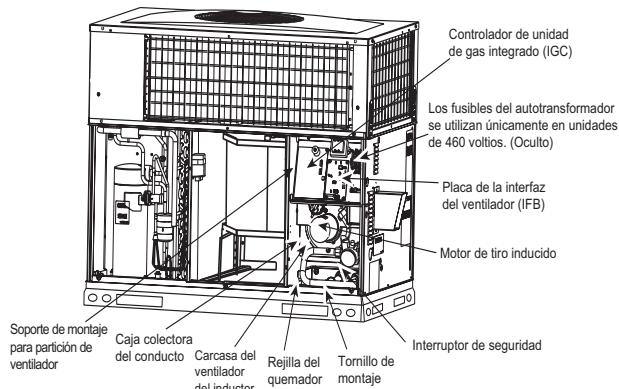
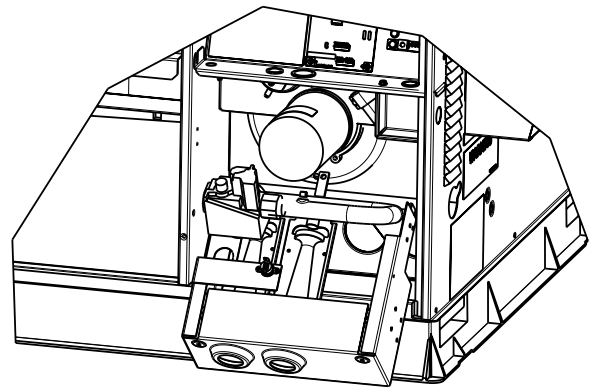

Fig. 17 – Carcasa del ventilador y caja colectora del conducto
Fig. 20 – Bastidor del quemador extraído
2. Quite los 11 tornillos que sujetan la cubierta de la caja colectora del conducto (consulte la Fig. 17) al conjunto del intercambiador de calor. Inspeccione los intercambiadores de calor.
La unidad está equipada con un sistema de encendido por chispa directa con 100 por ciento de bloqueo. El módulo de encendido (IGC) está ubicado en la caja de control (consulte la Fig. 17). El módulo contiene un LED de autodiagnóstico. Durante el mantenimiento, consulte el diagrama de etiquetas o la Tabla 5 de estas instrucciones para la interpretación del LED.
5. Quite el soporte de montaje de la partición del ventilador (2 tornillos ubicados en el lado izquierdo del compartimiento de control en el panel de la partición del ventilador). Deslice el soporte hacia delante, primero la parte inferior, para quitarlo. (Consulte la Fig. 17).
8. Quite el tornillo de montaje que fija el bastidor del quemador a la base de la unidad (consulte la Fig. 17).
9. Deslice el bastidor del quemador hacia afuera de la unidad (consulte la Fig. 17 y la Fig. 20).